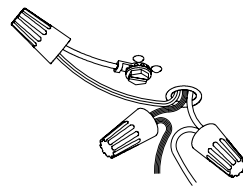

Figure 4
4. Ground the fixture! Secure the green or bare copper ground wire from the outlet box to the Green Ground Wire from the Housing using Wire Nuts (3). If there is no ground wire provided, consult your local electrical code for approved grounding methods. **See Figure 4.**
5. Use Wire Nuts (3) to connect the white fixture wire to the white power supply wire and the black fixture wire to the black power supply wire. **See Figure 4.**
Si la perceuse rencontre une solive, tenir l'appareil contre la boîte de raccordement et tirer les fils d'alimentation dans l'apareil par la débouchure. Fixer chaque extrémité du luminaire à la solive à l'aide de vis à bois. Voir la figure 4.